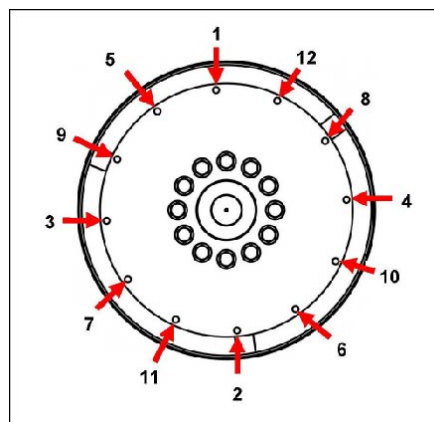

FIGURE 18. SÉQUENCE FIXE
10. Déposer les goujons d'alignement. Monter les vis d'accouplement en utilisant des rondelles de jauge industrielles sous têtes. Serrer les vis pour fixer le disque d'accouplement au volant dans l'ordre indiqué sous Figure 18 à la page 36.